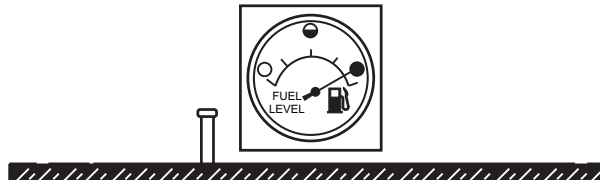

Figure 32. Réservoir de Carburant Plein
3. **Ne Faites JAMAIS le Trop-Plein du Réservoir de Carburant** - Il est important de lire les indications de la jauge de carburant lors du chargement du réservoir de carburant de la remorque. **NE** laissez **PAS** le carburant atteindre le col de remplissage (Figure 32).